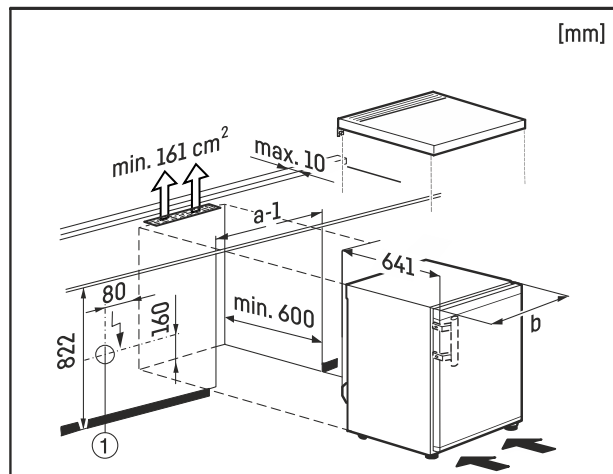

Fig. 9
Wtyczka Fig. 9 (1) musi znajdować się poza tylną ścianą urządzenia i musi być łatwo dostępna.